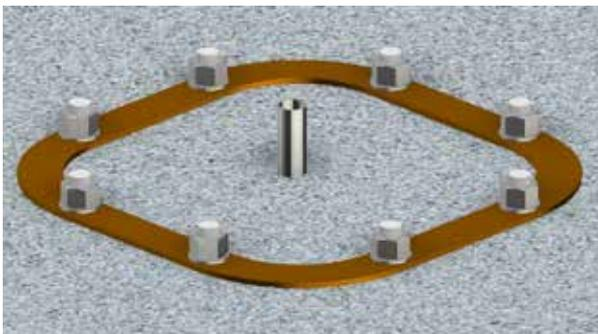

Abb.22
4. Wenn vorgesehen, ist die Einführung eines für den Durchgang des Elektrokabels geeigneten Rohres vorzusehen, um den Auslegerkran mit Strom zu versorgen (Abb. 22).